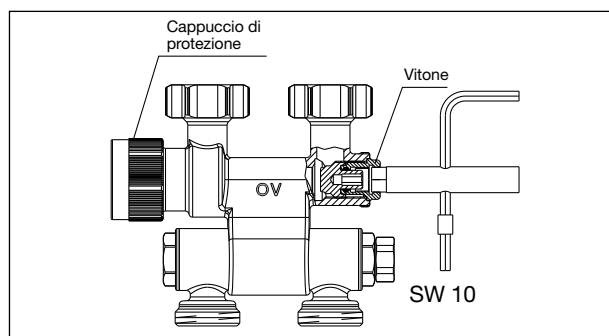

Fig. 8
2. Allentare il vitone della valvola (Fig.8) girando con una chiave da 10 mm (1) in senso antiorario (max. ¼ filetto).
1. Chiudere il disco della valvola (Fig.8) ruotando con una chiave da 10 mm in senso orario (max. 10 Nm).